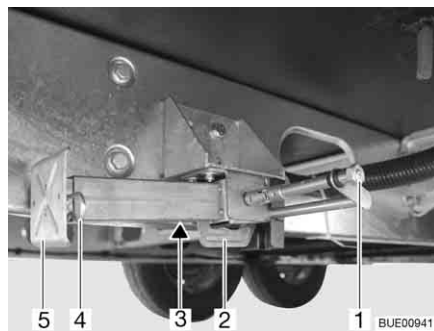

Fig. 28 Vérin stabilisateur
- Placer la clé à pipe sur l'écrou à six pans (Fig. 28,1) et tourner jusqu'à ce que le vérin stabilisateur soit en position verticale vers le bas.
- Lorsque la longueur des vérins stabilisateurs est réglable, faire sortir la goupille (Fig. 28,4) de la rallonge du pied d'appui (Fig. 28,5).
- Placer la clé à pipe sur l'écrou à six pans (Fig. 28,1) et tourner jusqu'à ce que le vérin stabilisateur se dégage du sol.
- Rentrer complètement la rallonge du pied d'appui (Fig. 28,5) et insérer la goupille (Fig. 28,4) dans le trou prévu à cet effet.
- Tourner l'écrou à six pans (Fig. 28,1) jusqu'à ce que les vérins stabilisateurs soient pivotés vers le haut et que la glissière (Fig. 28,2) soit arrivée complètement à l'extrémité de la fente (Fig. 28,3).